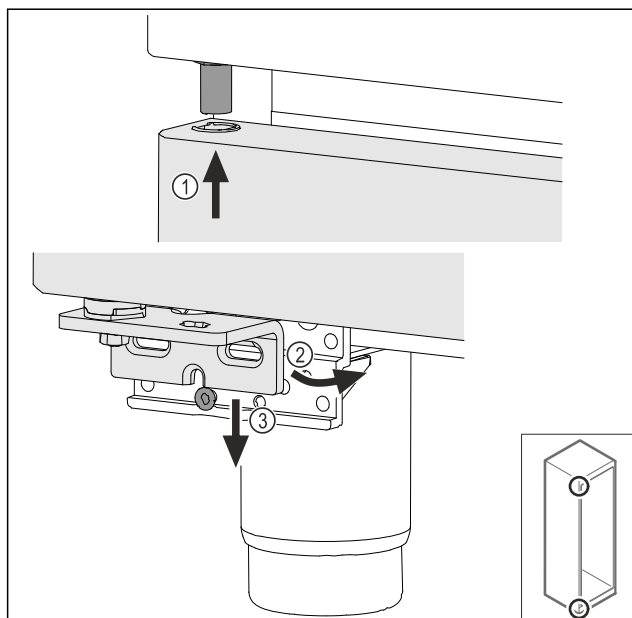

Fig. 39
- ▶ Enfiler la porte légèrement inclinée en haut Fig. 39 (1), redresser la porte Fig. 39 (2) et la poser en bas sur la vis du support de palier Fig. 39 (3).